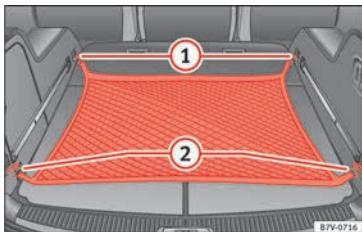

Abb. 174 Im Gepäckraum: eingehängtes Gepäcknetz.
- Haken des Gepäcknetzes in die Verzurrösen » Abb. 174 ① und ② einhängen.
- Haken des Gepäcknetzes aus den Verzurrösen » Abb. 174 ① vorsichtig aushaken.
- Haken des Gepäcknetzes aus den Verzurrösen » Abb. 174 ② vorsichtig aushaken.